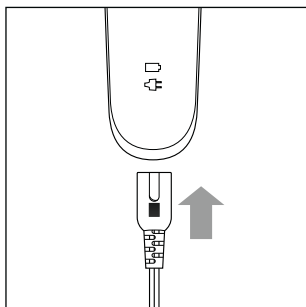

Fig. 1
- 2) Conectați conectorul-tată **9** al adaptorului de rețea **8** la aparat (a se vedea fig. 1).